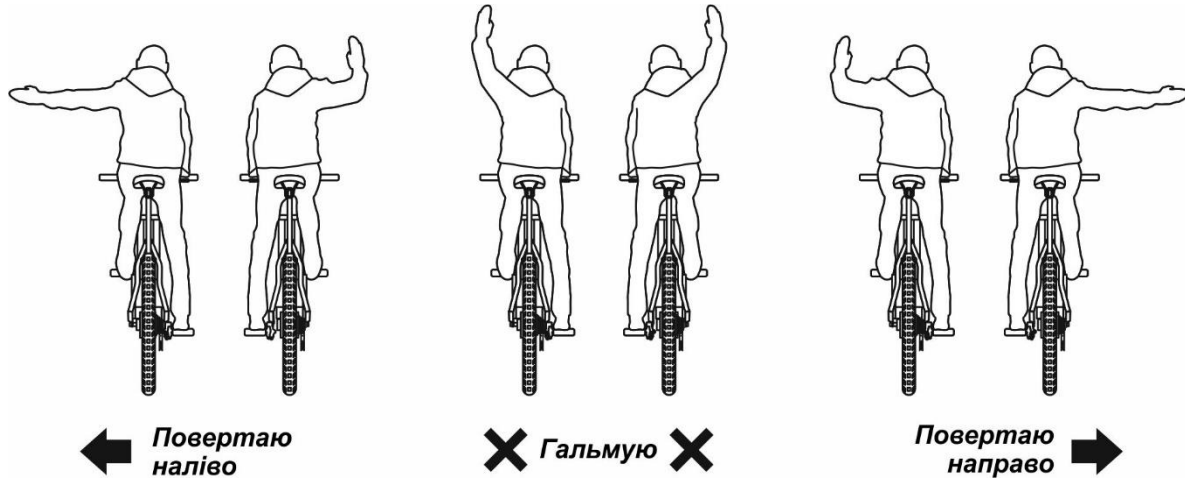

Рисунок 4.1. Сигнали руками під час руху
- 4.5.1. Під час руху треба використовувати відповідні сигнали руками (рис. 4.1) для інформування інших учасників дорожнього руху про Ваші наміри змінити напрямок руху або зупинитися.